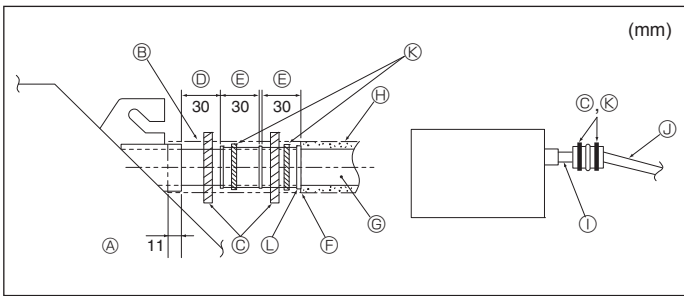

Fig. 6-2
1. Sluit de aftapbus (meegeleverd met het apparaat) aan op de afvoeropening. (Fig. 6-2) (Bevestig de buis met behulp van PVC-plakband en zet deze stevig vast met behulp van een band.)